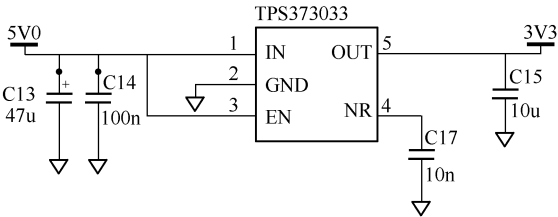

图 15-2 采用 TPS73033 芯片的 DSP 电源电路
3.3 V 电源可以通过一个芯片 TPS73033 由 5 V 电源变换得到。图 15-2 为一个采用 TPS73033 芯片的电源电路。